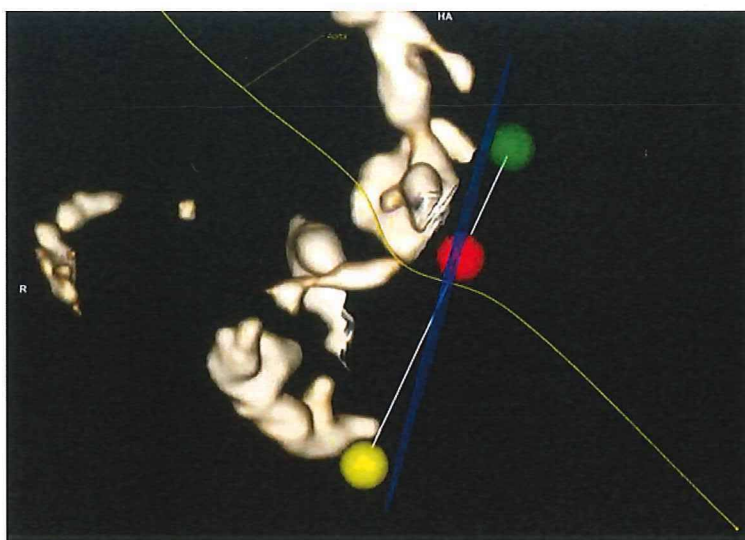

Fig. 1: Segmento VRT con piano di misura angolare disallineato (blu) e piano anulare (bianco) in una situazione di caso peggiore
Nella valutazione delle dimensioni anulari, l'operatore deve assicurare che il piano di misura sia ottimamente allineato con il piano anulare. Questo si può controllare nel segmento VRT, come illustrato in Fig. 1. Per questo controllo, l'operatore deve passare al piano anulare premendo il pulsante "Annulus Plane" (Piano anulare). Con l'attivazione dello strumento di misura del diametro del vaso, viene visualizzato un piano di misura blu che può essere confrontato con il piano anulare bianco. Se i piani non sono allineati, come mostrato in Fig. 1, qualsiasi misura che utilizzi le sezioni trasversali della riformattazione planare curva potrebbe non essere accurata.
**Importante:** Se l'operatore rileva una deviazione significativa dei due piani come illustrato in Fig. 1, è assolutamente essenziale evitare qualsiasi misura nei segmenti CPR utilizzando le sezioni trasversali del piano anulare.